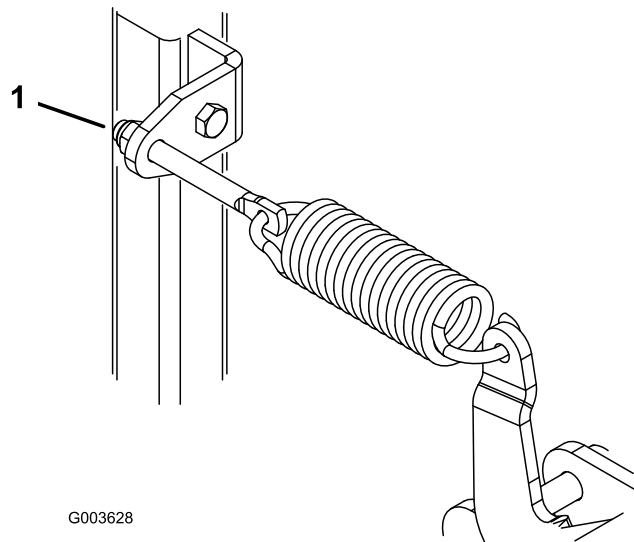

図 8
2. スプリング調整ナット図8を右に回すと排土板が上昇し、左に回すと排土板が下降してきます。